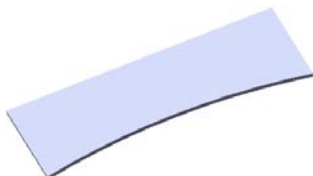
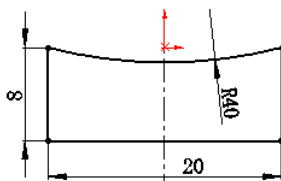

图 3.2 基体一法兰 1
图 3.3 横断面草图
Step2. 创建图 3.2 所示的钣金基础特征——基体一法兰 1。
(1) 选择命令。选择下拉菜单 **插入(I)** → **钣金(H)** → **基体法兰(A)...** 命令(或单击“钣金”工具栏上的“基体法兰/薄片”按钮)。
(2) 定义特征的横断面草图。
① 定义草图平面。选取前视基准面作为草图平面。
② 定义横断面草图。在草图环境中绘制图 3.3 所示的横断面草图。
③ 选择下拉菜单 **插入(I)** → **退出草图** 命令，退出草图环境，此时系统弹出“基体法兰”对话框。
(3) 定义钣金参数属性。
① 定义钣金参数。在 **钣金参数(S)** 区域的 文本框中输入厚度 0.3。
② 定义钣金折弯系数。在 **折弯系数(A)** 区域的下拉列表中选择 **K 因子** 选项，把文本框 **K** 的因子系数改为 0.4。
③ 定义钣金自动切释放槽类型。在 **自动切释放槽(I)** 区域的下拉列表中选择 **矩形** 选项，